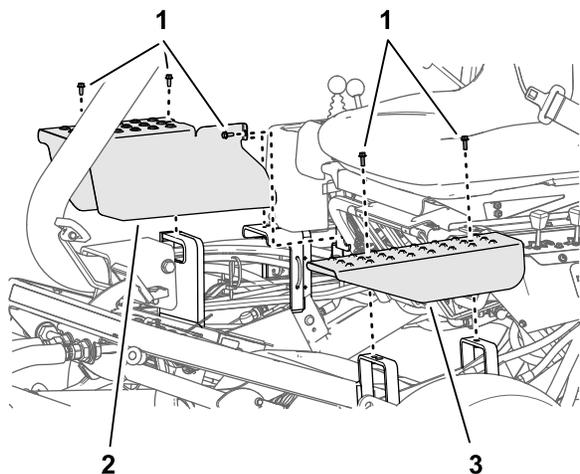

図 51
- 調整したい昇降シリンダのカバープレートを固定しているボルトを、シャーシのサポートブラケットから取り外す 図 51。